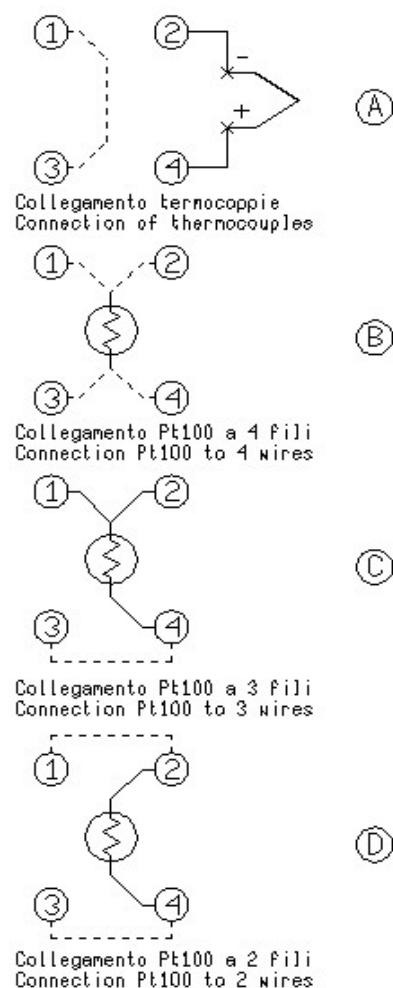

Fig. 6
- Thermoelemente: Anschließen an Klemmen 2 und 4 (Polarität beachten), Klemmen 1 und 3 verbinden wie abgebildet (Fig. 6-A). Kalibrator einstellen auf das verwendete Thermoelement.
- Pt 100, 4-Leiter: Anschließen an Klemmen 1, 2, 3 und 4 wie abgebildet (Fig. 6-B). Kalibrator einstellen auf "Pt100".
- Pt 100, 3-Leiter: Anschließen an Klemmen 1, 2 und 4 und Klemmen 3 und 4 verbinden wie abgebildet (Fig. 6-C). Kalibrator einstellen auf "Pt100 3W".
- Pt 100, 2-Leiter: Anschließen an Klemmen 2 und 4, und Klemmen 1 und 2 sowie 3 und 4 verbinden, wie abgebildet (Fig. 6-D). Verwenden Sie 2-Leiter Sensoren nur bei sehr kurzen Anschlussleitungen. Kalibrator einstellen auf "Pt100".